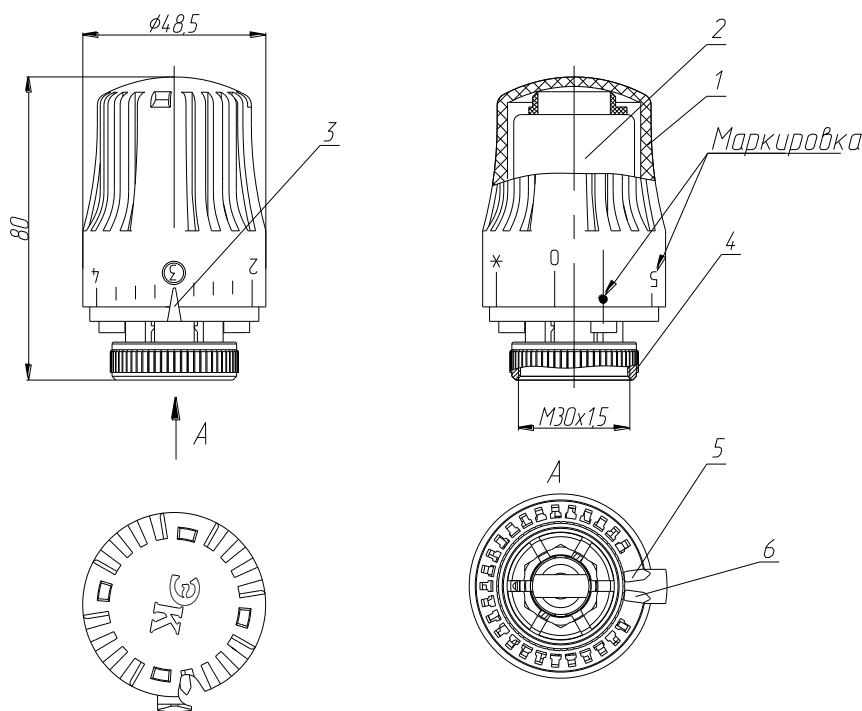

Рисунок 1-Общий вид и устройство термоголовки
3.1 Повернуть рукоятку термоголовки 1 (см. рисунок 1) в положение самой высокой температуры: положение 5.
4.1 Установка нужной температуры окружающей среды (см. рисунок 1).